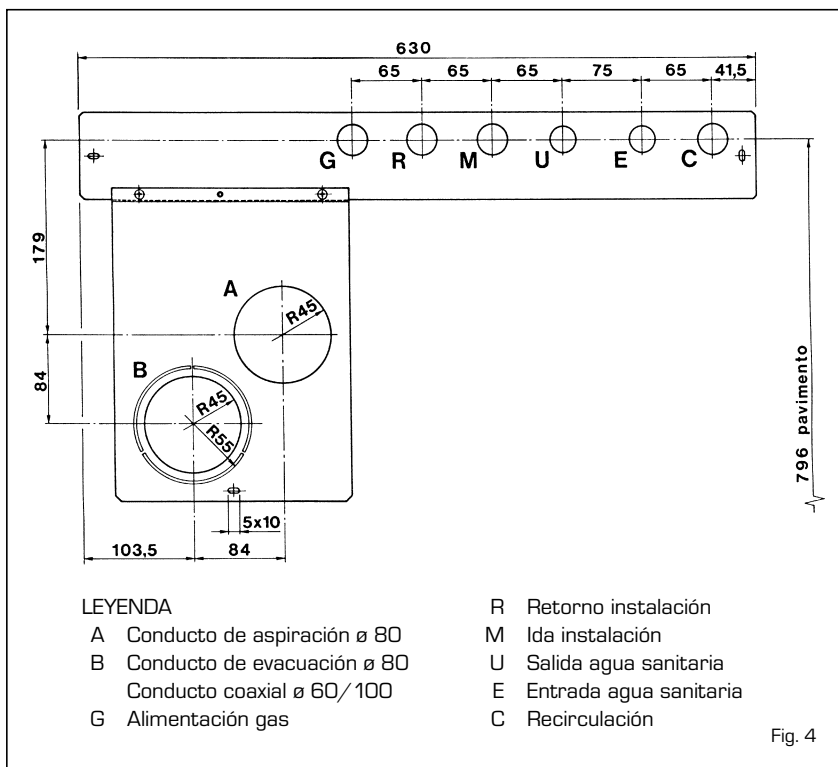

Fig. 4
Utilizando los tornillos apropiados, empalmar los dos elementos que constituyen la placa de instalación suministrados en dotación (fig. 4). Fijar la placa a la pared utilizando para ello los tacos y controlar con un nivel de burbuja que todo resulte perfectamente plano. La placa de instalación permite predisponer las conexiones, incluidas aquéllas del conducto de aspiración y evacuación, antes de proceder al montaje efectivo del aparato. En el caso que se empleara el conducto coaxial, ampliar el orificio (B) cortando la abrazadera R55.